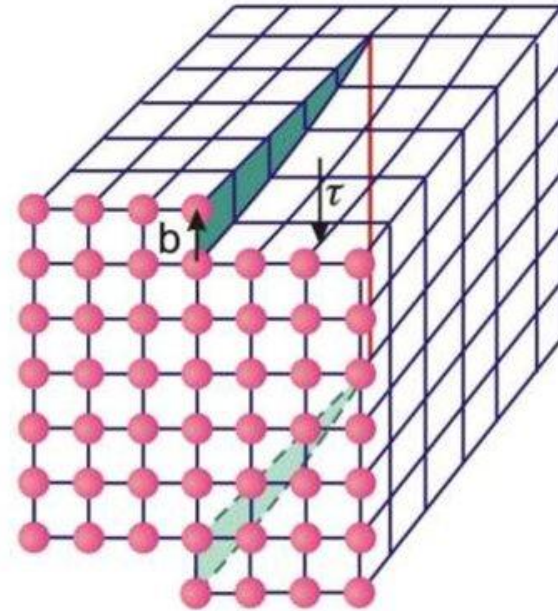

Рис. 6. Винтовая дислокация
- При образовании **винтовой дислокации** (рис. 6), линия дислокации (**красная**) параллельна вектору сдвига τ . Если представить кристалл состоящим из одной атомной плоскости, то винтовая дислокация будет подобна винтовой лестнице. Если винтовая дислокация образована по часовой стрелке, то ее называют **правой**, а если против часовой стрелки – **левой**.